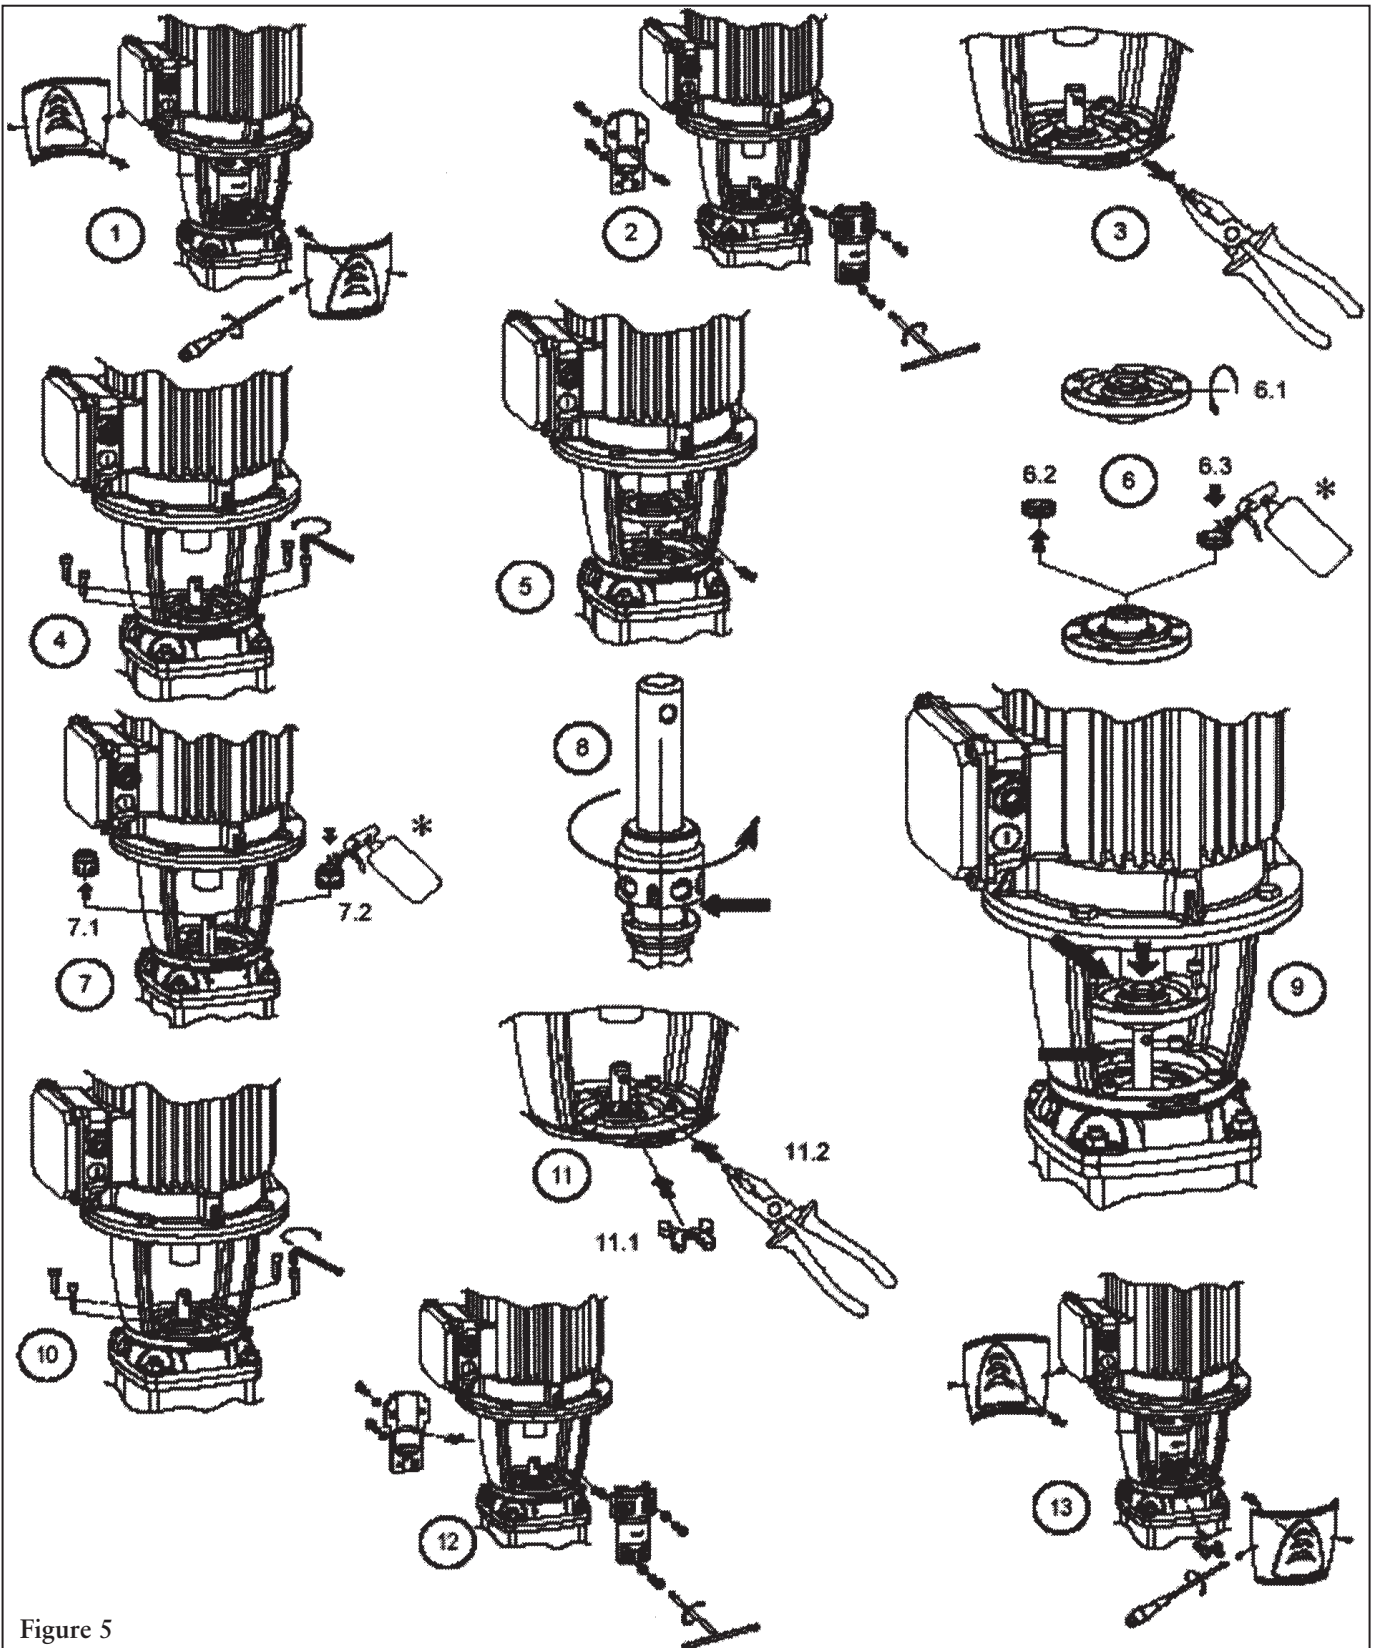

Figure 5
10. Reinstall the coupling pin and locate the space shim on the shaft on the seal housing. If the shim is not available, a 5 mm spacer can be used. See step 11 in Figure 5.
11. Reinstall the coupling halves and evenly tighten the coupling bolts and torque them to 37 lbs ft (50 Nm) for 184TC frame motors and torque coupling bolts to 48 lbs ft (65 Nm) for all larger frame sizes. Remove the spacer shim and save for future use. See step 12 in Figure 5.
3. Enlever les carters d'accouplement, les 4 vis d'assemblage des demi-accouplements, ces derniers et la goupille de liaison (v. fig. 5, nos 1 à 3).
6. Poser deux (2) des vis de fixation (à tête hexagonale) dans les orifices taraudés du fouloir de la cartouche et les visser uniformément pour dégager la cartouche. Lever la cartouche et la retirer par l'espace libre entre les deux arbres.
10. Insérer la goupille de liaison de l'arbre de pompe dans son orifice et placer la cale de réglage de position sur la saillie centrale de la plaque-logement (v. 11, fig. 5). À défaut, on peut employer une cale de 5 mm (0,203 po) d'épaisseur.
12. Tourner l'arbre à la main pour s'assurer que la pompe et le moteur ne sont pas grippés, puis poser les carters d'accouplement (v. 13, fig. 5).